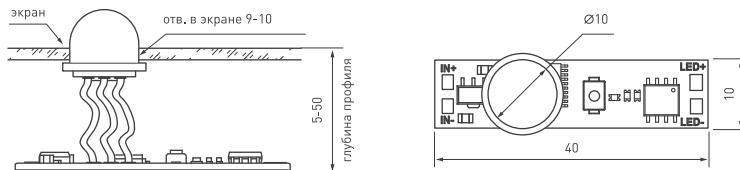
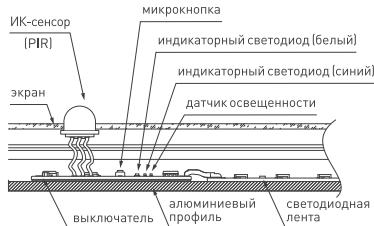
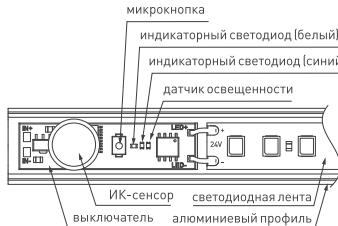

Рис. 1. Чертеж и габаритные размеры.
Рисунок 2. ИК-выключатель, установленный в профиль.
Рисунок 3. ИК-выключатель, установленный в профиль.
- 3.7. В светорассеивающем экране профиля, над ИК-выключателем [см. Рис. 2 и Рис. 3], просверлите отверстие диаметром 9-10 мм [см. Рис. 1] для установки ИК-сенсора (PIR).